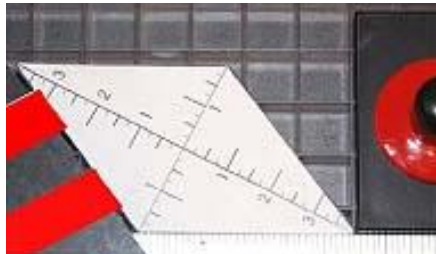

Figure 4
4. Maintenant, placez la découpe sur la surface de coupe et d'aligner le bord droit de la bonne angle. Serrer le support le réglage titulaire. Placez le arrêt de verre à la fin de votre diamant de papier découpé et serrer. (figure 4)